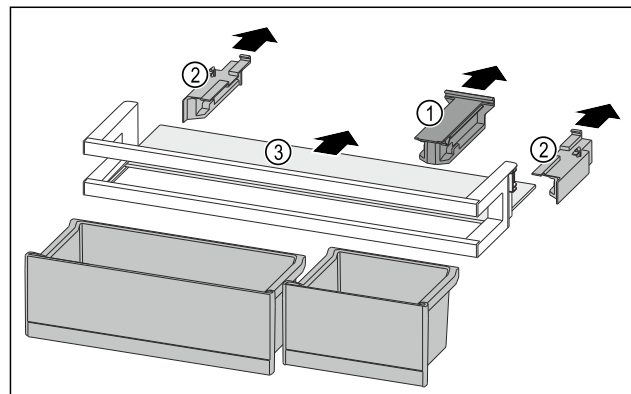

Fig. 110
- Retirer la pièce de retenue Fig. 110 (1).
- Retirer les parties latérales Fig. 110 (2).
- Retirer la tablette de rangement Fig. 110 (3).